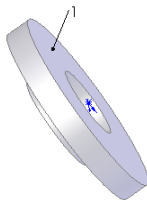

图 4-51 拉伸的图形
**10** 设置视图方向。单击“视图”工具栏中的“旋转视图”图标，将视图以合适的方向显示，结果如图 4-51 所示。
**11** 设置基准面。选择图 4-51 所示的面 1，然后单击“标准视图”工具栏中的“正视图
**13** 圆周阵列草图。在菜单栏中选择“工具”→“草图绘制工具”→“圆周阵列”命令，或者单击“草图”工具栏中的“圆周草图阵列”图标按钮, 此时系统弹出如图 4-53 所示的“圆周阵列”属性管理器。在“要阵列的实体”一栏中，用光标选择图 4-51 中的圆。按照图示进行设置后，单击属性管理器中的“确定”图标, 结果如图 4-54 所示。